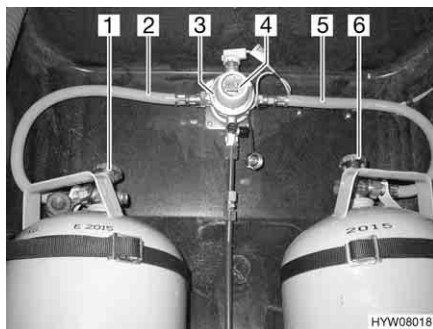
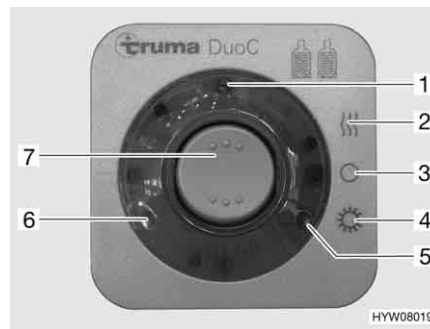

Fig. 84 Dispositif de commutation DuoControl
Fig. 85 Unité de commande
Le dispositif de commutation DuoControl est composé d'une valve de commutation (Fig. 84,3) et de l'unité de commande (Fig. 85). La valve de commutation est montée entre les lyres (Fig. 84,2 et 5). Un bouton rotatif (Fig. 84,4) situé sur la valve de commutation permet de définir laquelle des bouteilles de gaz est celle de service et laquelle est celle de réserve.
Seules les fonctions électriques peuvent être activées sur l'unité de commande (Fig. 85). Les robinets principaux des bouteilles de gaz (Fig. 84,1 et 6) doivent être ouverts manuellement.
La valve de commutation garantit une pression du gaz constante, indépendamment de la bouteille qui fournit le gaz. Les deux voyants de contrôle de l'unité de commande indiquent le niveau de remplissage de la bouteille de service. Lorsque le voyant de contrôle vert (Fig. 85,6) s'allume, la bouteille de service est entièrement chargée. Lorsque le voyant de contrôle rouge (Fig. 85,5) s'allume, la bouteille de service est vide. L'alimentation en gaz s'effectue également par la bouteille de réserve.
- Ouvrir les robinets principaux des bouteilles de gaz (Fig. 84,1 et 6).
- Choisir la bouteille de gaz avec le bouton rotatif (Fig. 84,4) de la valve de commutation (Fig. 84,3) à partir de laquelle le gaz sera utilisé principalement (bouteille de service).
- Mettre en marche le dispositif de commutation DuoControl sur l'unité de commande (Fig. 85).
Pour ce faire, régler le commutateur à bascule (Fig. 85,7) sur régime hiver "Marche et chauffage" (Fig. 85,2) ou bien sur régime été "Marche" (Fig. 85,4). La valve de commutation est maintenant désaérée. Le voyant de contrôle jaune (Fig. 85,1) s'allume si le régime hiver est sélectionné et l'installation de dégivrage est activée.
- Mettre le commutateur à bascule (Fig. 85,7) sur "O" (Fig. 85,3). Le voyant de contrôle jaune (Fig. 85,1) s'éteint.
- Fermer les robinets principaux des bouteilles de gaz (Fig. 84,1 et 6).
Affichage à distance Les voyants de contrôle de l'unité de commande (Fig. 85,5 et 6) signalisent à l'intérieur du véhicule si la bouteille de gaz est en état de marche.
Remplacement des bouteilles de gaz Si le voyant de contrôle vert (Fig. 85,6) s'éteint durant le fonctionnement et le voyant de contrôle rouge (Fig. 85,5) s'allume, la bouteille de gaz définie comme bouteille de service est vide et doit être remplacée. La bouteille de réserve alimente les appareils à gaz.